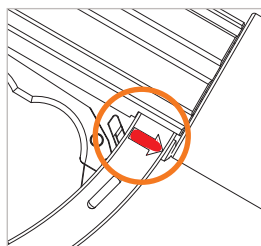

Figure 24
- ▶ Tournez le levier de verrouillage (pos. 6) en arrière dans le sens de la flèche (Figure 24) pour libérer le mécanisme de verrouillage et pour placer le levier de commande en position OFF.